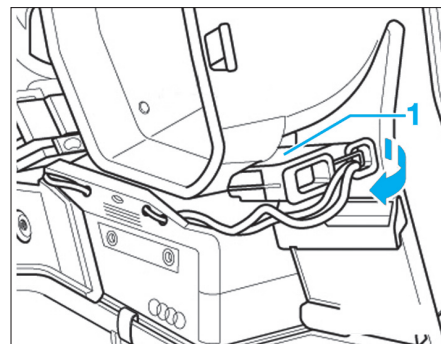

Fig. 25
- Tourner de 90° le transmetteur (1) puis l'extraire (Fig.25).